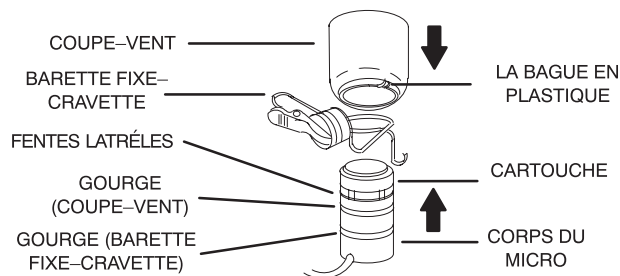

FIGURE 1
1. Insérer le microphone par le bas de la barrette jusqu'à ce que la boucle de la barrette s'encliquette dans la gorge inférieure du micro. Voir la figure 1 ci-dessous.
Les cartouches des microphones MX183BP, MX184BP et MX185BP sont interchangeables. Pour retirer la cartouche, la dévisser du corps du microphone comme illustré à la figure 1. Visser la cartouche de remplacement dans le corps du microphone.